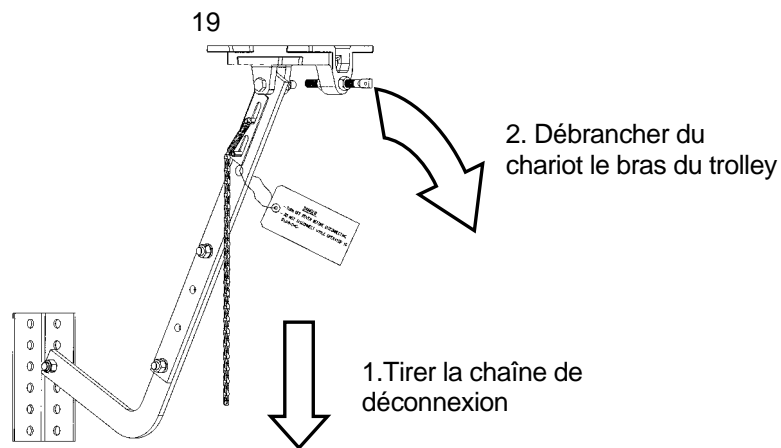

Figure 25 Déconnexion du bras du trolley
1. Tirer la chaîne de déconnexion vers le bas et débrancher du chariot le bras du trolley (Figure 25).
3. Pour revenir au fonctionnement électrique, il suffit de refixer le bras du trolley au chariot en tirant sur la chaîne de déconnexion du trolley tout en réinsérant le bras sur le chariot (Figure 25). **Ne pas tenter de désaccoupler l'actionneur pendant que celui-ci fonctionne. Ne pas tenter de forcer à la main une porte qui s'ouvre ou se ferme mal**